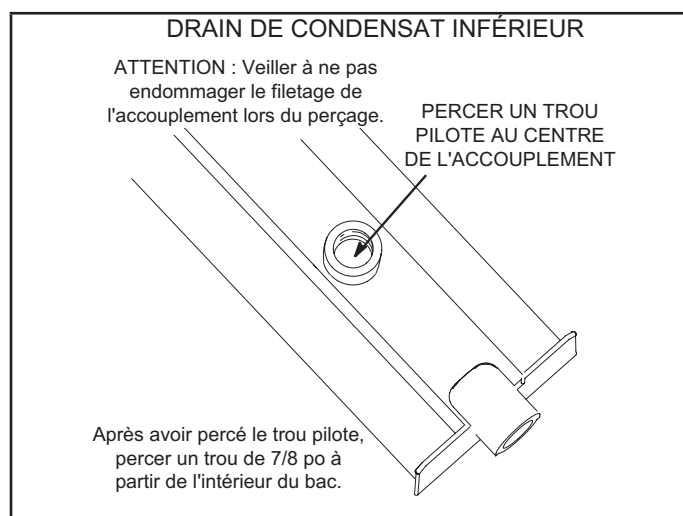

FIGURE 11
- 3 - Retourner le bac de drainage et percer un avant-trou à travers le fond du bac de drainage au centre du raccord. Voir FIGURE 11.